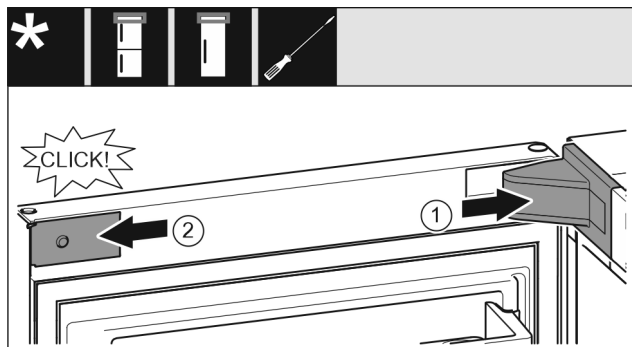

Fig. 19
- ▶ Nasadíte a zaklapnete kryt stojanu ložiska, příp. opatrně odtlačte od sebe. Fig. 19 (1)
- ▶ Z boku nasadíte záslepku a zaklapnete. Fig. 19 (2)